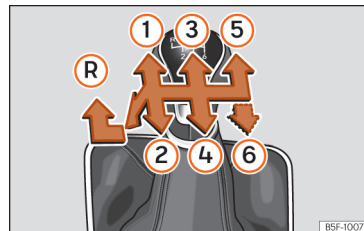

Рис. 86 Схема перемикання передач 5 МКП/6 МКП.
Схема передач показана на рукоятці важеля коробки >>> **рис. 86**.
- Коли важіль у нейтральному положенні, натисніть його униз, а потім посуňte ліворуч і вперед ►► **рис. 86 (R)**.